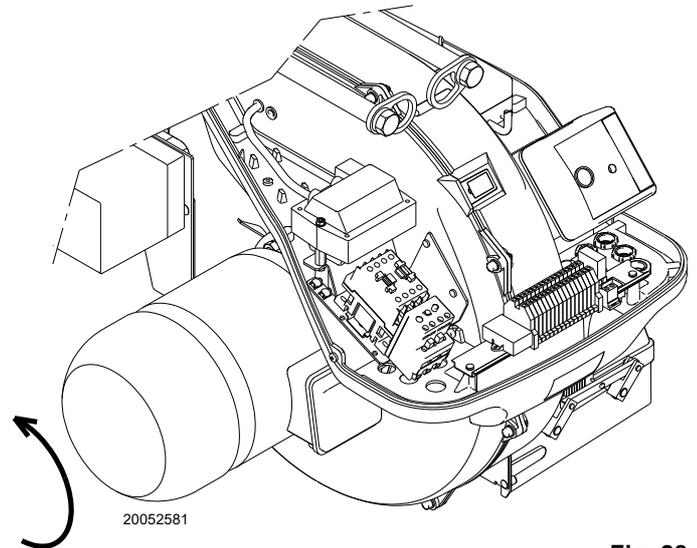

Fig. 28
- contrôler le sens de rotation du moteur ventilateur comme sur la Fig. 28.